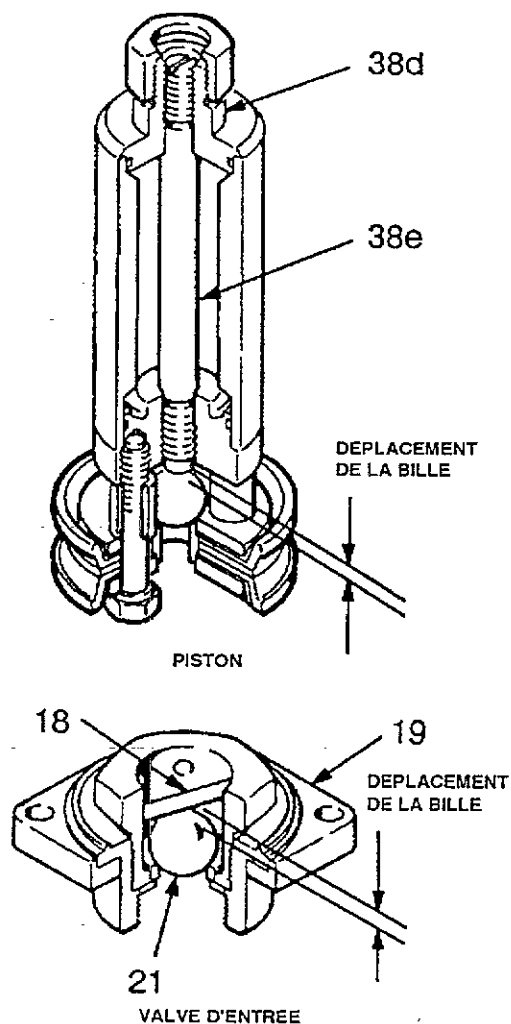

Fig. 2
Voir Figure 2. Les valves anti-retour d'entrée et de piston sont réglées en usine pour le pompage de fluides de viscosité moyenne. La goupille d'arrêt de bille (18) de la valve d'entrée est positionnée dans les trous inférieurs. Le déplacement de la bille du piston est réglé à 4,8 mm, mesuré entre le bout de la vis de réglage (38e) et le haut de la bille (12). Cette distance représente quatre tours complets de vis (38e) depuis le haut de la bille.
1. Si vous pompez des fluides de viscosité élevée et que le comportement de la pompe devient aléatoire, démontez la pompe comme expliqué à la page 3. Pour augmenter le déplacement de la bille dans la valve d'entrée, déplacez la goupille (18) et placez-la dans les trous intermédiaires ou supérieurs. Pour augmenter le déplacement de la bille dans la valve du piston, placez le piston dans un étau, desserrez le bouchon supérieur (38d) pour relâcher la tension sur la vis de réglage (38e) et tournez la vis de réglage dans le sens inverse horaire de deux tours complets au-delà de sa position réglée en usine, ou suffisamment pour que le déplacement total de la bille soit de 7,1 mm. Resserrez le bouchon supérieur (38d) fermement et remontez la pompe.
2. Si vous pompez des fluides de viscosité plus faible et que des symptômes de refoulement se manifestent, démontez la pompe comme expliqué à la page 3. Vérifiez que la goupille (18) de la valve d'entrée se trouve dans les trous inférieurs. Pour diminuer le déplacement de la bille dans la valve du piston, placez le piston dans un étau, desserrez le bouchon supérieur (38d) pour relâcher la tension sur la vis de réglage (38e) et serrez la vis de réglage dans le sens horaire de deux tours complets au-delà de la position réglée en usine, ou suffisamment pour que le déplacement total de la bille soit de 2,3 mm. Resserrez le bouchon supérieur (38d) fermement et remontez la pompe. Figure 2
1. Si vous pompez des fluides de viscosité élevée et que le comportement de la pompe devient aléatoire, démontez la pompe comme expliqué à la page 11. Pour augmenter le déplacement de la bille dans la valve d'entrée, déplacez la goupille (18) et placez-la dans les trous intermédiaires ou supérieurs. Pour augmenter le déplacement de la bille dans la valve du piston, placez le piston dans un étau, desserrez le bouchon supérieur (38d) pour relâcher la tension sur la vis de réglage (38e), et tournez la vis de réglage dans le sens inverse horaire de deux tours complets au-delà de sa position réglée en usine, ou suffisamment pour que le déplacement total de la bille soit de 7,1 mm. Resserrez le bouchon supérieur (38d) fermement et remontez la pompe.
2. Si vous pompez des fluides de viscosité plus faible et que des signes de refoulement se manifestent, démontez la pompe comme expliqué à la page 11. Vérifiez que la goupille (18) de la valve d'entrée se trouve dans les trous inférieurs. Pour diminuer le déplacement de la bille dans la valve du piston, placez le piston dans un étau, desserrez le bouchon supérieur (38d) pour relâcher la tension sur la vis de réglage (38e) et serrez la vis de réglage dans le sens horaire de deux tours complets au-delà de la position réglée en usine, ou suffisamment pour que le déplacement total de la bille soit de 2,3 mm. Resserrez le bouchon supérieur (38d) fermement et remontez la pompe.